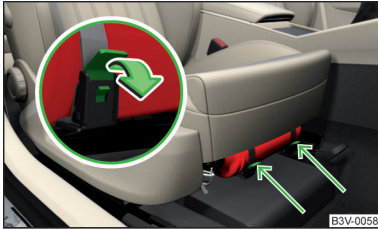

Abb. 327
- › Zum **Abnehmen** des Feuerlöschers die Sicherungen an den beiden Gurten in Pfeilrichtung lösen » Abb. 327 und den Feuerlöscher abnehmen.